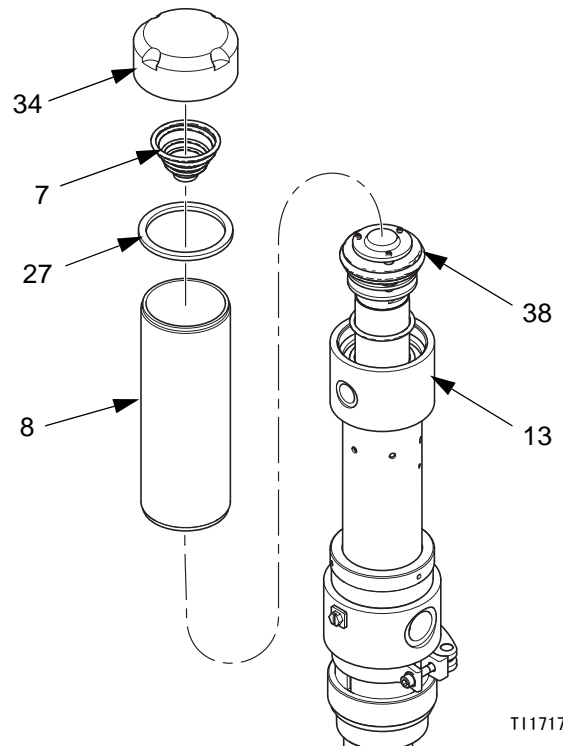

图 10
1. 从气缸（8）上拧下气缸盖（34）。要卸下弹簧（7），应当按螺旋方向在线圈下面轻轻撬动。检查弹簧（7）和垫片（27）有无磨损或损坏；若有必要可更换。参见图 10。
2. 从气动发动机底座（13）上拧下气缸（8），将气缸笔直抬出空气活塞（38）。用手拧下或使用链扳手，以防缸体变形。参见图 10。
- 将弹簧 (7) 和垫片 (27) 重新装上气缸盖 (34) 并将该盖拧到气缸 (8) 上。将气缸拧入气动发动机底座 (13)。参见图 10。